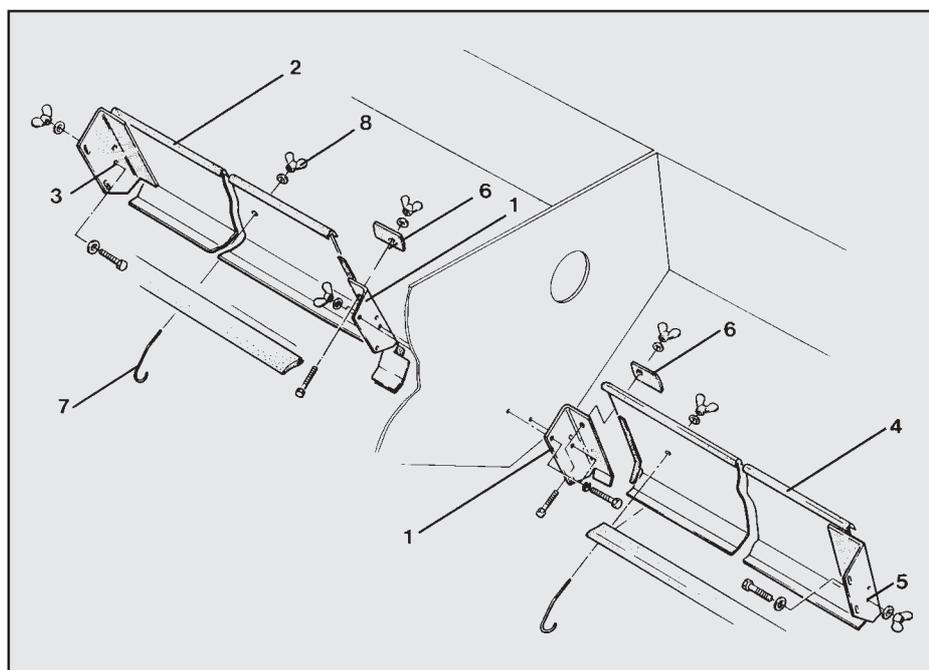

Рис. 51
- Привинтить серединные боковины (рис. 51/1) на среднем листе семенного ящика.
- Привинтить правый ящик рапсовой вставки (рис. 51/2) к правой наружной стенке семенного ящика. Необходимо использовать отверстие (рис. 51/3).
- Таким же образом привинтить левый ящик рапсовой вставки (рис. 51/4) к левой наружной стенке семенного ящика. Необходимо использовать отверстие (рис. 51/5).
- Зажать ящики рапсовой вставки по центру семенного ящика при помощи фартучной рельсовой накладки (рис. 51/6).